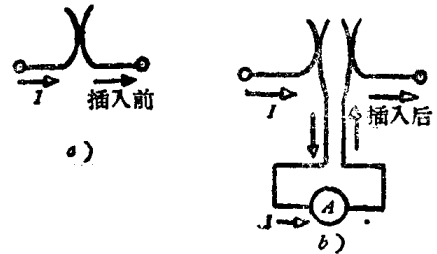

图 0-2
(8) 安培表应串接在被测电路中, 决不允许将安培表与负载并联或直接把它接在电源两端, 否则将造成事故。
(9) 在电路中有时需要用一只安培表测量几个支路的电流, 这时可利用一个安培表的插座。在接线时, 把这个安培表的插座接在电路中, 而把安培表的两端接在一个插塞上。不测量时, 利用插座中的两个触头接通电路。要测量时, 插塞插入插座内, 这时电流就经过安培表(见附图0-2)。